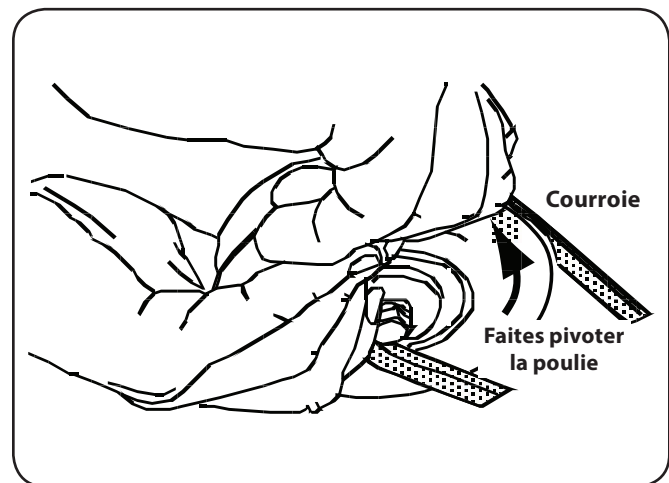

Figure 7-8
5. Acheminez la nouvelle courroie autour des deux poulies de fusée extérieures et de la poulie de fusée avant. Voir Figure 7-8.
6. Acheminez ensuite la courroie autour des deux poulies de tension. Voir Figure 7-8.